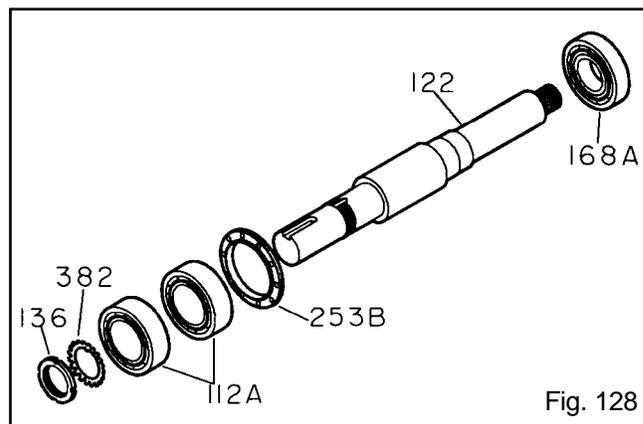

Fig. 128
4. Coloque la arandela de seguridad (382) sobre el eje (122). Coloque la espiga de la arandela de seguridad en la chavetera del eje (Fig. 128).
5. Atornille la contratuerca (136) sobre el eje (122). Apriete la contratuerca hasta que quede ajustada. Doble la espiga de la arandela de seguridad (382) en una ranura de la contratuerca.